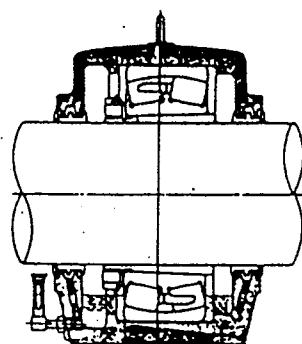

図22
(6) 油潤滑の場合は軸受の最下位転動体の中心程度まで油を入れる(図22参照)。